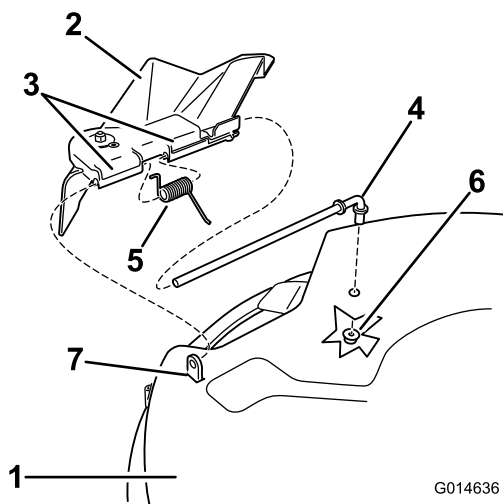

Figure 57
- Repérez les éléments illustrés à la Figure 57.
- Remettez en place le déflecteur d'herbe (Figure 57).
- Placez le ressort sur la tige, les fils d'extrémité dirigés vers le bas, entre les supports du déflecteur d'herbe. Insérez la tige dans le deuxième support du déflecteur d'herbe (Figure 57).
- Fixez l'extrémité arrière de la tige dans le plateau de coupe à l'aide d'un écrou (3/8 po), comme montré à la Figure 57.
- Retirez l'écrou (3/8 pouce) de la tige, sous le plateau de coupe (Figure 57).
- Sortez la tige de la courte cheville de positionnement, du ressort et du déflecteur d'herbe (Figure 57).